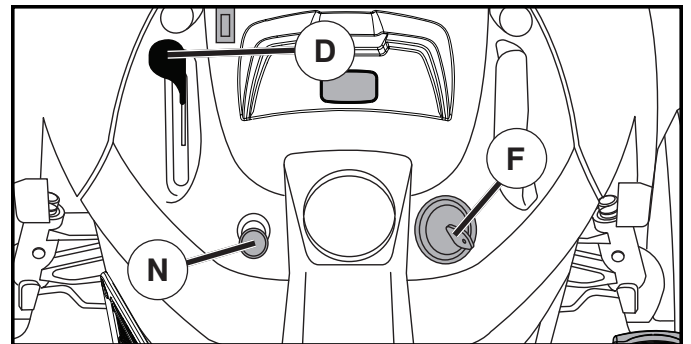

Fig. 19
- Placez la commande des gaz en position (D) intermédiaire (entre rapide et lent).
- Tournez la clé de contact à la position coupée (F) STOP et enlevez-la. Enlevez toujours la clé de contact quand vous quittez le tracteur pour empêcher l'emploi non autorisée.
## POUR UTILISER LA COMMANDE DES GAZ (D) (Voir la Fig. 19)
## POUR UTILISER L'ÉTRANGLEUR (N) (Voir la Fig. 19)